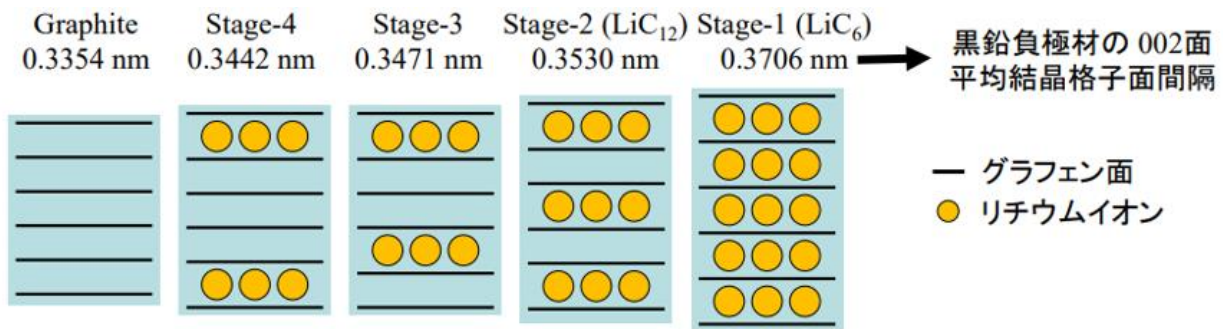
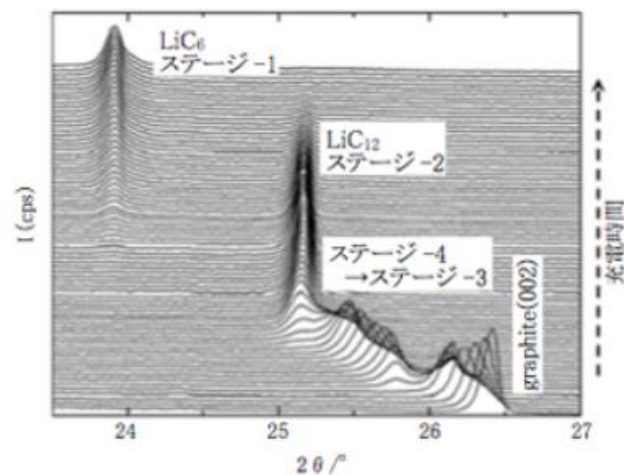

Fig.4 ステージ構造とグラファイトの面間隔 [3]
Fig.5 充電時におけるグラファイトの X 線回折パターン [4]
充電が進むと、グラファイトの層間にリチウムイオンが挿入されることによって層間隔が広がっていく。(Fig.4) 充電をしながらグラファイトの X 線回折測定を行うと、Fig.5 のようにグラファイトの層間距離に対応する (002) のピークが低角側にシフトしていく。